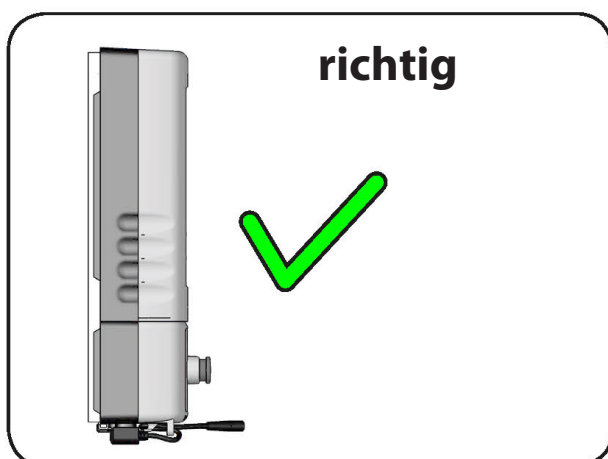
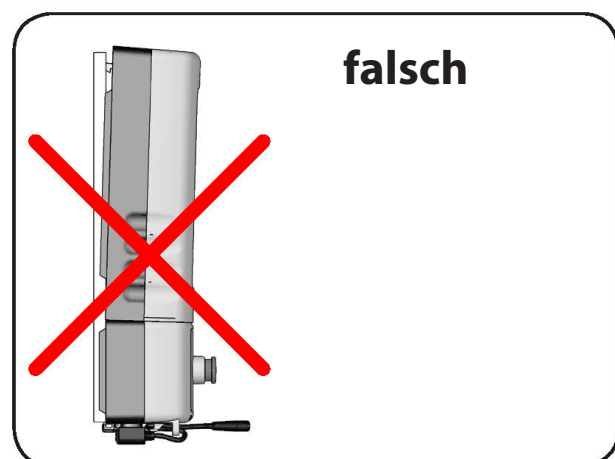

Abbildung 51
Abbildung 52
3. Zum Einsetzen verfahren Sie in der umgekehrten Reihenfolge. Achten Sie darauf, dass der Entriegelungshebel in der Montagesschiene einrastet und der Akkupack an der Montagesschiene fest anliegt (Abbildung 51 und Abbildung 52).